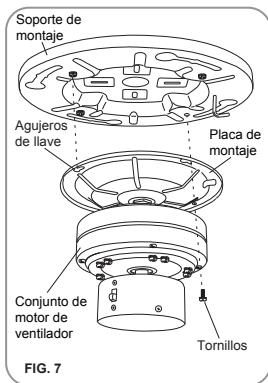

FIG. 7
Paso 3. Levante y coloque los agujeros de llave en la placa de montaje a través de los tres tornillos previamente aflojándolos en el soporte de montaje y gire la placa de montaje hasta que cual bloquee en su lugar. (Fig. 7)